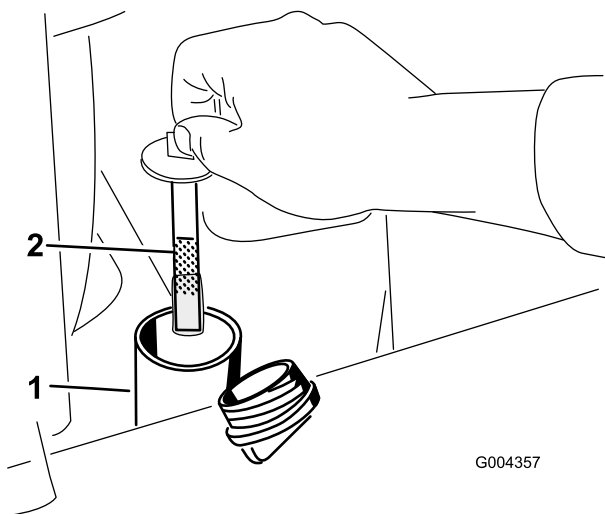

Figure 18
- Enlevez le bouchon du goulot de remplissage et vérifiez le niveau de liquide sur la jauge (Figure 18). Il doit se situer entre les repères de la jauge.